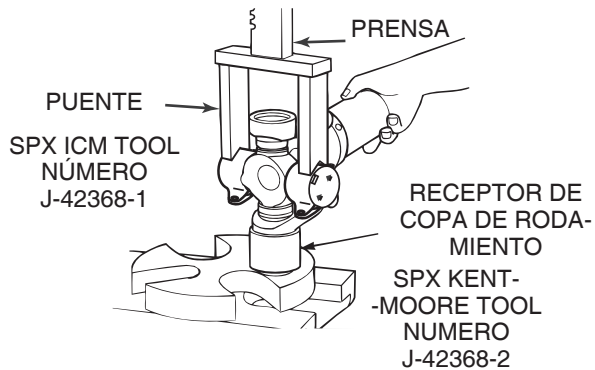
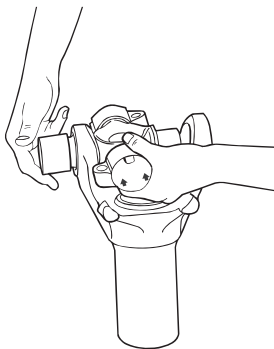

Figura 4.6
Figura 4.7
1. Use un puente de prensa (SPX ICM Kent-Moore numero J-42368-1) y receptor de copa de rodamiento (SPX Kent-Moore tool numero J-42368-2). Figura 4.6. Consulte la página de notas de servicio en la tapa frontal interna de este manual sobre información para obtener estas herramientas.
2. Presione hasta que el primero buje circular se suelte. Figura 4.6. Retire el buje circular. Figura 4.7.